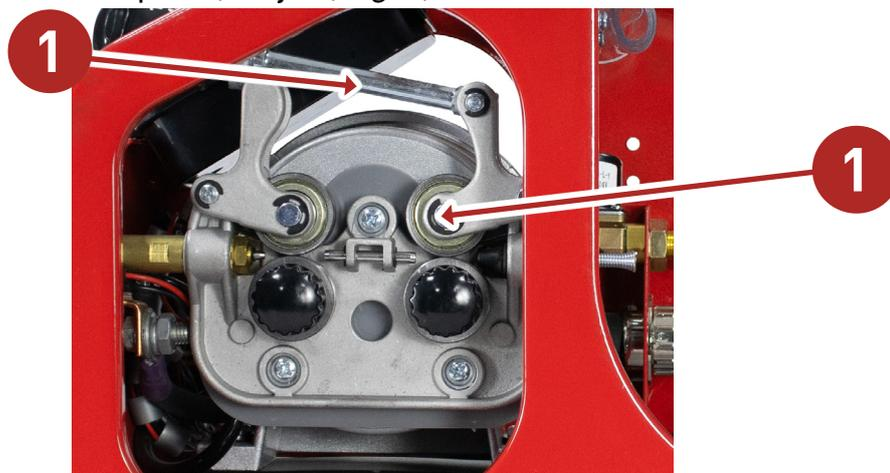

Fig. 1
- » Abra o braço de pressão, **Peça 1, Fig. 1;**
- » Abra o braço da roldana superior, **Peça 1, Fig. 1;**
- » Feche o braço de pressão e o braço superior da roldana **Peça 1, Fig 1.**